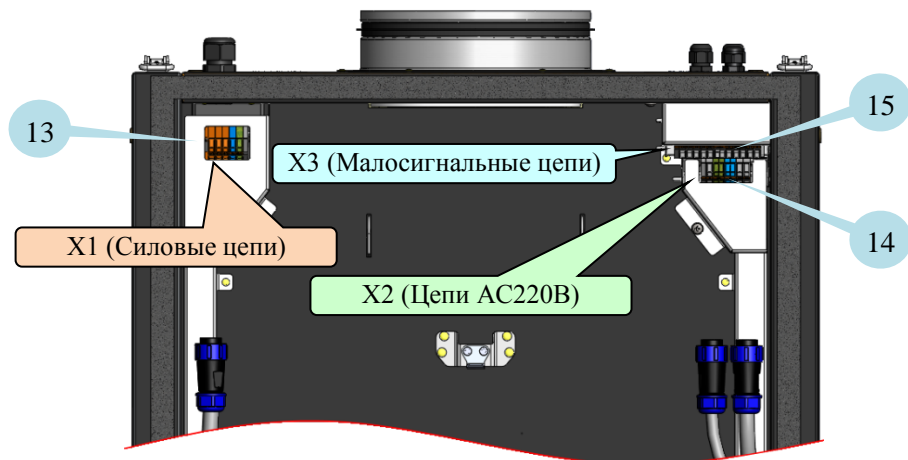

Рис. 2
Внутри корпуса находится основной съёмный блок УВН (2), включающий в себя центробежный вентилятор, керамические РТС-нагреватели, плату контроллера, плату управления нагревателями, каналный датчик температуры, датчик температуры наружного воздуха (для GTC) и датчики перегрева. Внутри корпуса также установлены: кассета с пылевым фильтром (3), клапан воздушный (4), электропривод воздушного клапана (5). По боковым сторонам корпуса предусмотрены элементы крепления установки под винты М6. Крепить установку можно также с помощью специальных комплектных кронштейнов (6). Под основным съёмным блоком (2) установлены клеммные колодки (13, 14, 15) (См. Рис. 2) для внешних подключений. Фиксация пылевого фильтра (3) осуществляется с помощью рычагов (7). Приточный воздух выдается в канал через выходной фланец (12).